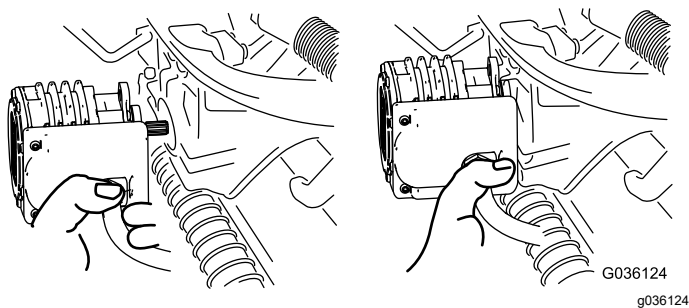

Figura 66
- Amplasați motorul în locul de depozitare din partea din față a braului de suspensie (Figura 66).